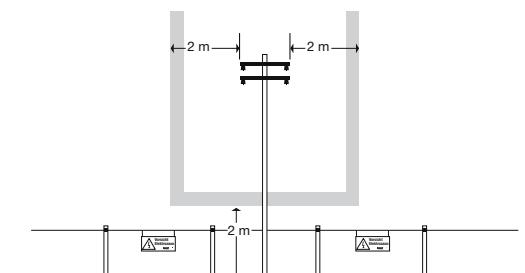

Bild 3. Sicherheitsraum für Niederspannungsleitungen (bis 1000 V).
1) Freileitungen bis 1000 V dürfen mit der Zaunleitung und den Zaundrähten nicht überquert werden. Werden Elektrozaunaanlagen zu Freileitungen bis 1000 V parallel geführt oder unterqueren sie diese, so darf innerhalb eines Schutzstreifens von 2 m beiderseits der äußeren Leiter die Bauhöhe der Elektrozaunaanlage 2 m nicht überschreiten (s. Bild 3). Außerdem muss im Kreuzungsfeld ein Warnschild angebracht werden.